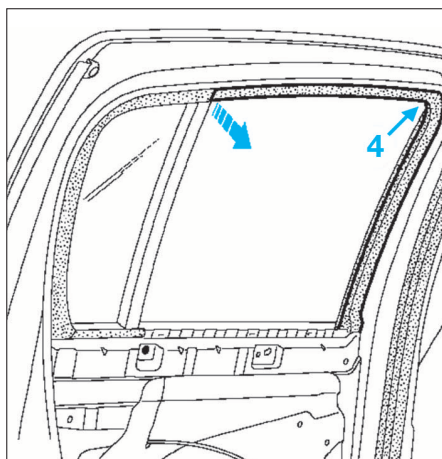

FIG. 86
- Extraire le coulisseau de vitre de porte (suivant la flèche) (Fig.86).